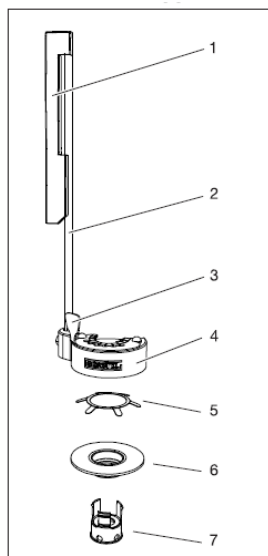

Figura 9 Detalle de las piezas del gripper
- 7.5.20** Coloque las piezas numeradas como 5, 6 y 7 del "gripper" en baño ultrasónico con agua con jabón por 15 minutos, enjuáguelos con agua desionizada y etanol. (Ver figura 9).